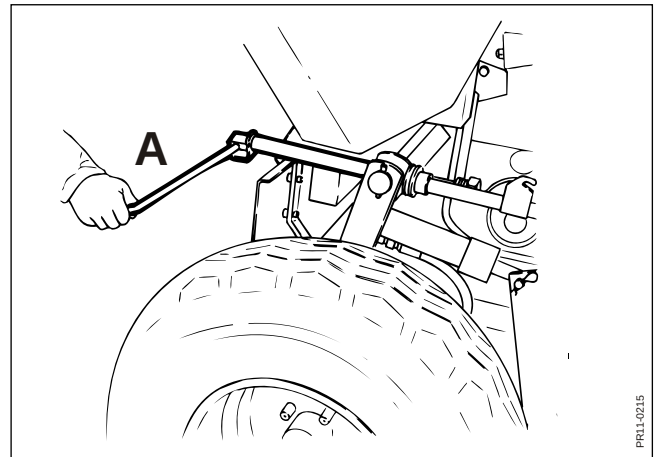

Fig. 3-8
- Fig. 3-8** Serrer les ressorts de suspension avec la broche **A** jusqu'à obtenir une pression au sol du pick-up de 30 kg maximum.